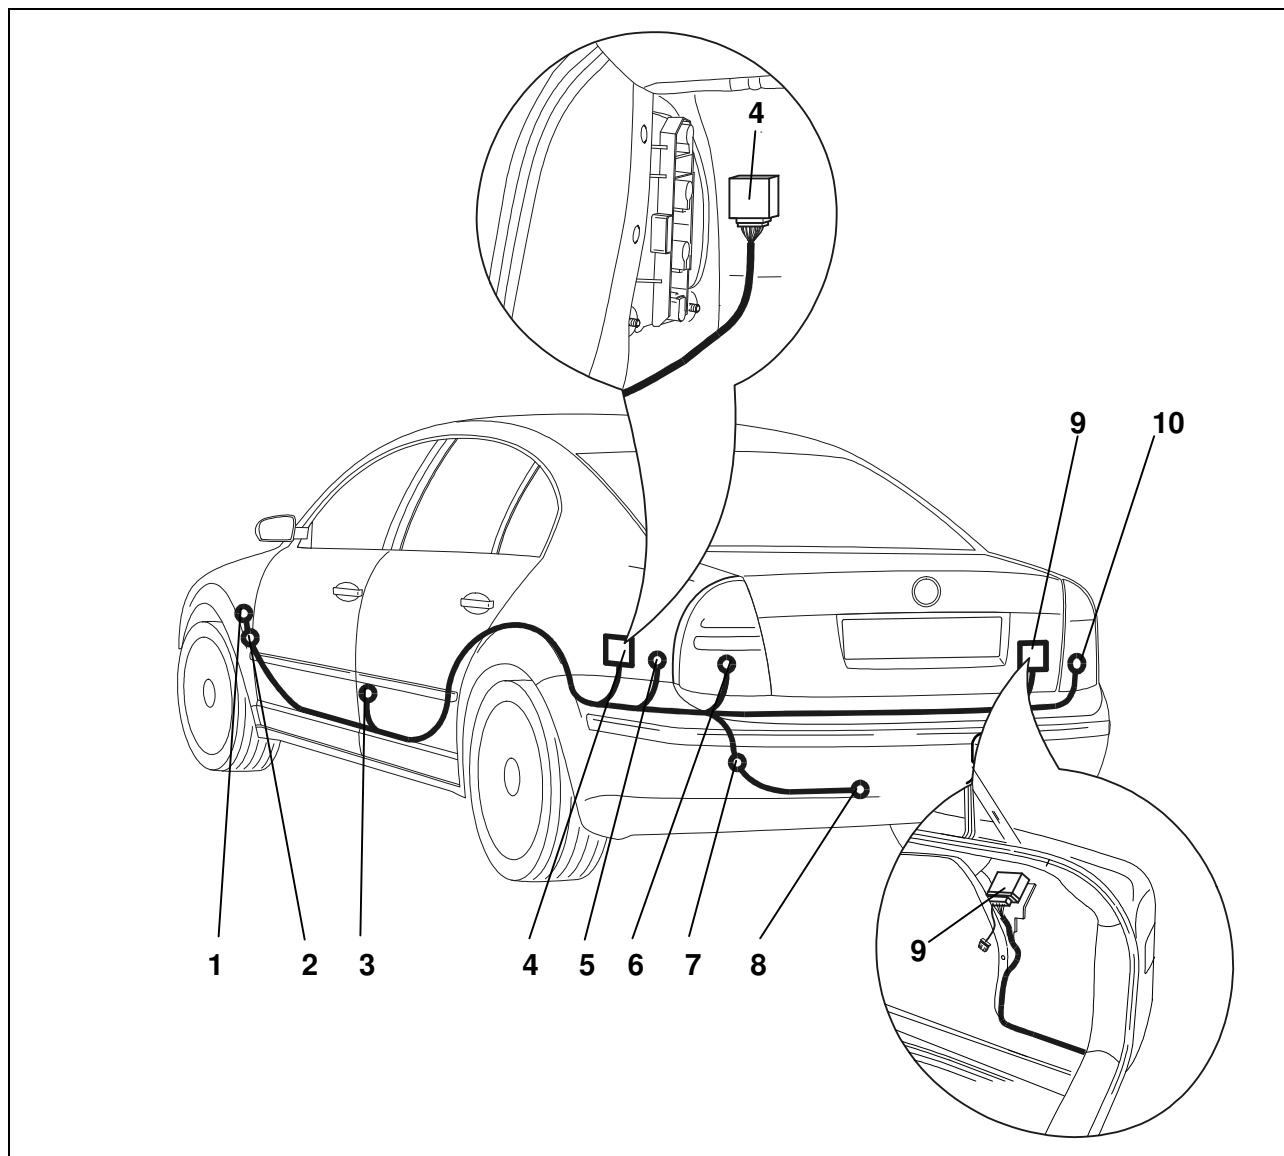

Abb. 1: Einbauübersicht
3. Das Leitungsende durch die fahrzeugseitige Durchführung, ausgehend vom Kofferraum, nach außen zum Steckdosenthalblech (Abb. 1/8) verlegen.
4. Die Gummitülle in die Kabel-Durchführung (Abb. 1/7) einsetzen.